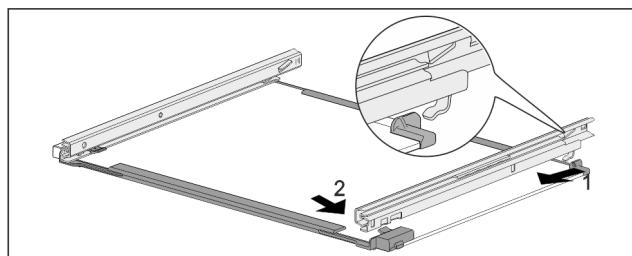

Fig. 169 Скляна пластина з рейками
- Зачепити рейку ззаду. Fig. 169 (1)
- Зафіксуйте рейку спереду. Fig. 169 (2)